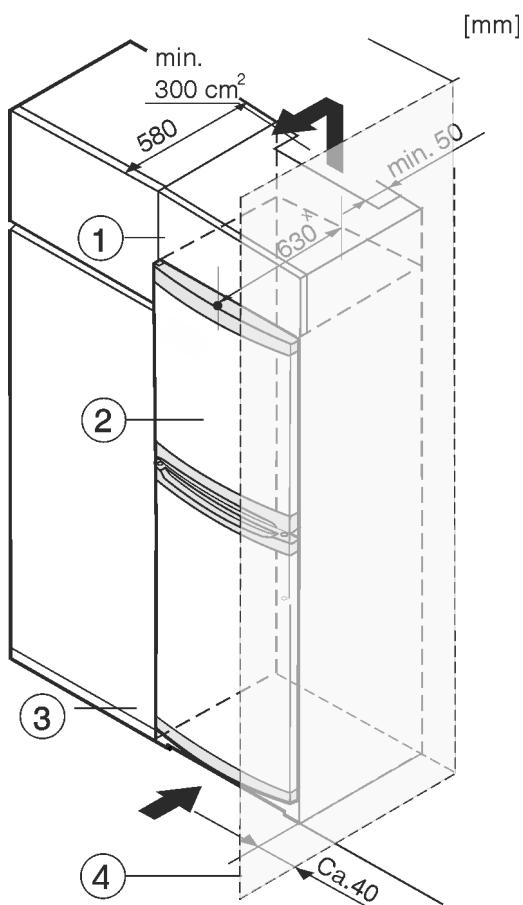

Fig. 8
Uređaj se može adaptirati za ugradnju u kuhinjske ormare. Kako biste uređaj Fig. 8 (2) prilagodili visini kuhinjskog namještaja, iznad uređaja možete postaviti viseći ormari Fig. 8 (1).
Kod adaptacije s kuhinjskim ormarima (dubina maks. 580 mm) uređaj se može postaviti izravno uz kuhinjski ormara Fig. 8 (3). Uredaj stoji bočno 34 mm x i u sredini uređaja 50 mm x nasuprot pročelju kuhinjskog ormara.
Kada se uređaj postavlja s okovima pored zida Fig. 8 (4), razmak između uređaja i zida mora iznositi najmanje 40 mm. To odgovara stajanju ručice kod otvorenih vrata.